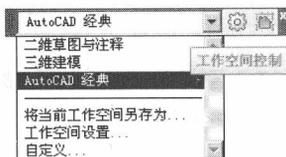

图 1-5 【工作空间控制】下拉列表
(2) 展开【工作空间】工具栏上的【工作空间控制】下拉列表，选择工作空间，如图 1-5 所示。